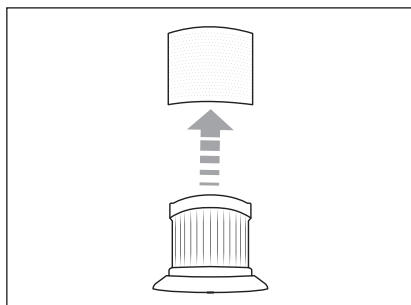

Fig. 12
- 3) Desmonte el filtro de acero inoxidable **6** del filtro EPA **5** (consulte la fig. 12).